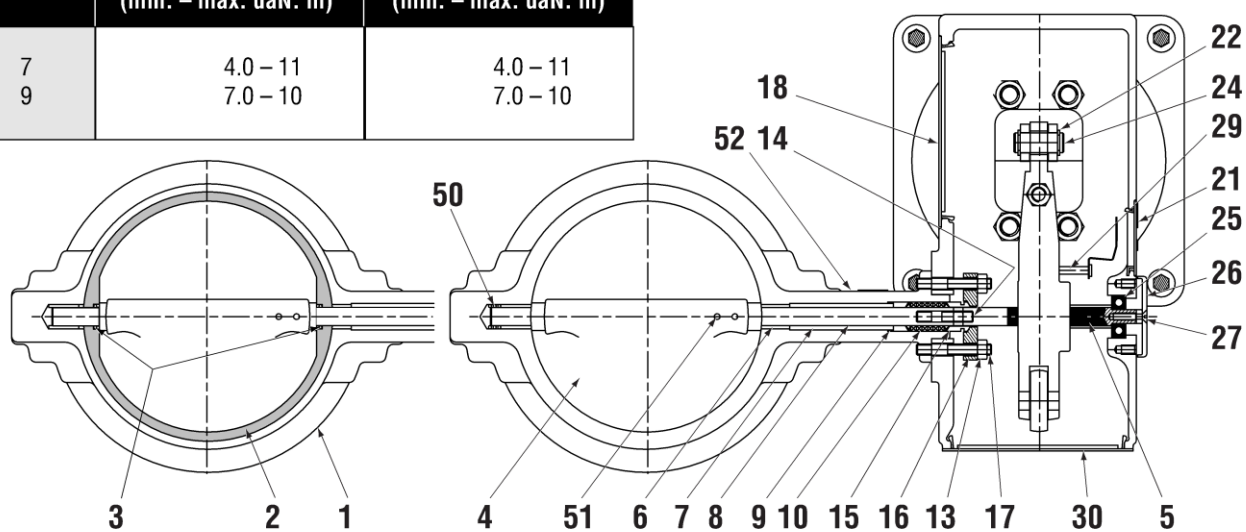

Рисунок 5 - Дисковый затвор MiniTork
8. Снимите диск клапана (4), кольцо сальника (9) и распорную втулку (7). Если корпус клапана оснащен эластомерным вкладышем (2), снимите его и два кольца (3). После этого снимите втулки (6) и пружину (50). (На клапанах с эластомерным вкладышем пружина (50) отсутствует - см. рисунок 5).
9. Проверьте все детали на наличие повреждений вследствие эрозии, коррозии или износа. Замените все поврежденные детали, штифты (51) и уплотнения. Тщательно очистите все ранее использованные детали перед повторной сборкой.
1. Установите пружину (50) (только для дискового затвора без вкладыша) и нижнюю втулку в корпус. Нанесите на вал (8) тонкий слой смазки Molykote G (или ее аналога) вдоль всей поверхности ориентировочно соответствующей длине распорной втулки.
2. Если клапан оснащен вкладышем, нанесите тонкий слой силиконовой смазки на оба кольца (3) и вставьте их во вкладыш. Поместите вкладыш в корпус и выровняйте входные отверстия под вал с отверстиями корпуса (см. рисунок 5)
Ручной дублер всегда устанавливается с противоположной стороны от привода (см. рисунок 5).